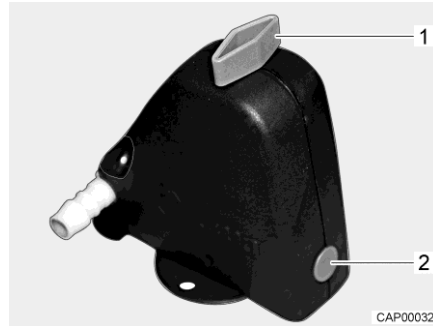
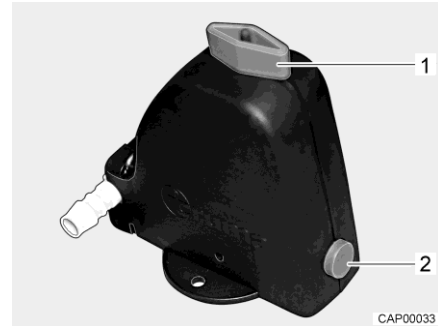

Fig. 136 Valve de sécurité et de vidange fermée
Fig. 137 Valve de sécurité et de vidange ouverte
- Ouvrir la valve de sécurité et de vidange (Fig. 136). Tourner le bouton rotatif (Fig. 136,1) dans le sens longitudinal par rapport à la valve de sécurité et de vidange. Le bouton-poussoir (Fig. 136,2) ressort. La valve de sécurité et de vidange ouverte est représentée à la Fig. 137.